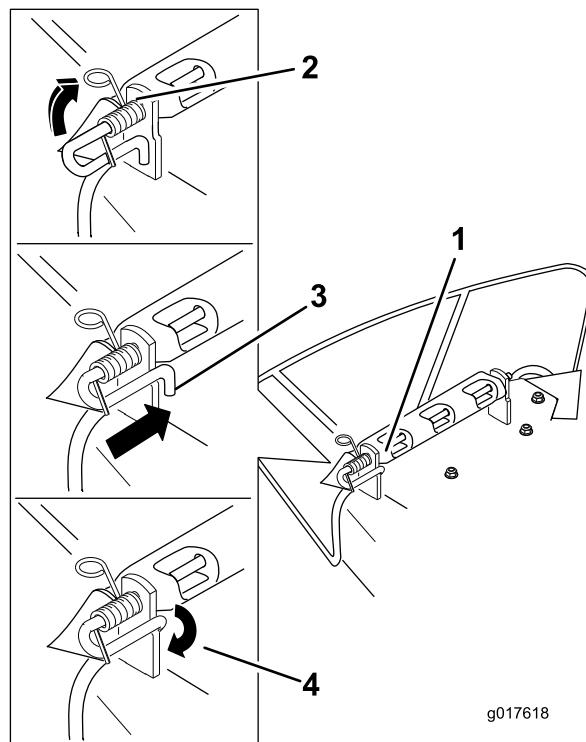

Figura 66
- Coloque el nuevo deflector de descarga con los extremos de los soportes entre los soportes soldados de la carcasa, según se muestra en Figura 66.
- Levante el extremo del muelle que tiene bucle y colóquelo en la muesca del soporte del deflector (Figura 66).
- Fije el conjunto de varilla y muelle torciéndolo de manera que el extremo corto de la varilla pueda colocarse detrás del soporte delantero que está soldado a la carcasa (Figura 66).